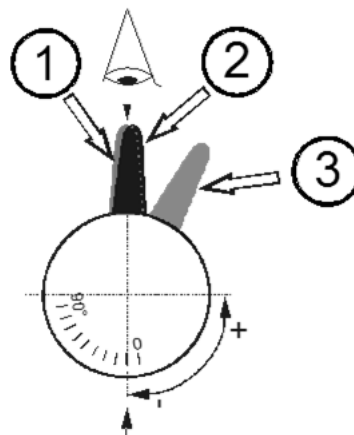
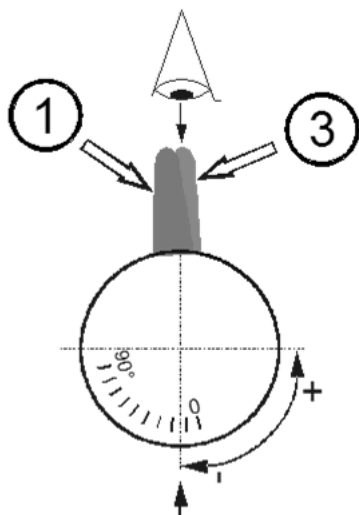

Abb. 7: Luftklappenantrieb Stufe 1
Abb. 11: Gasdruckverstellung
Legende zu Abb. 7-Abb. 11:
Der schwarze Nocken ② zur Ansteuerung der Gasklappenverstellung ist, wie in Abb. 7 dargestellt, knapp rechts vom blauen zu positionieren.